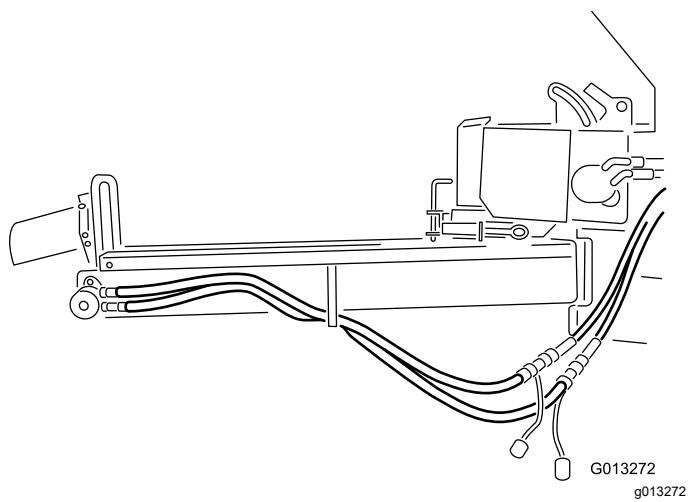

Bild 9
11. Schließen Sie die Schläuche an, wie in **Bild 9** dargestellt.